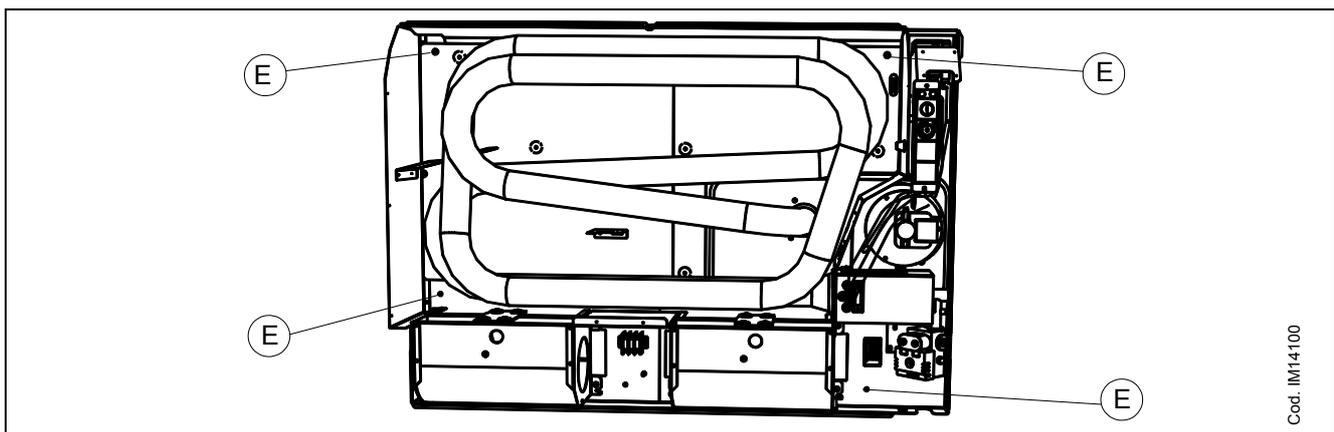

Abb. 19 – BEFESTIGUNGSLÖCHER DER MODELLE 8001 U. 8002
2. Montageschablone auf der Wand ausrichten und die Mauerbohrung 50mm sowie die Befestigungslöcher 6mm anzeichnen. Anschließend mit geeigneten Werkzeugen die Bohrungen ausführen. Für die Modelle 8001 u. 8002 Befestigungslöcher E (siehe Abb. 19).
gegen die Wand schieben (siehe Abb. 16). Gerät mit den seitlichen Schrauben an der Halterung festschrauben siehe Abb. 17. Weitere verfügbare Befestigungspunkte (siehe Punkt E der Abb. 19).